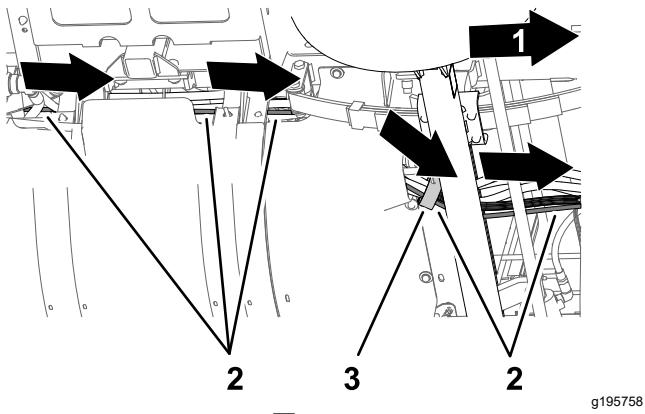

图 7
2. 升起座椅继续沿着机器线束向前布置管子穿过支撑夹具并延伸到底板下方 图 7。